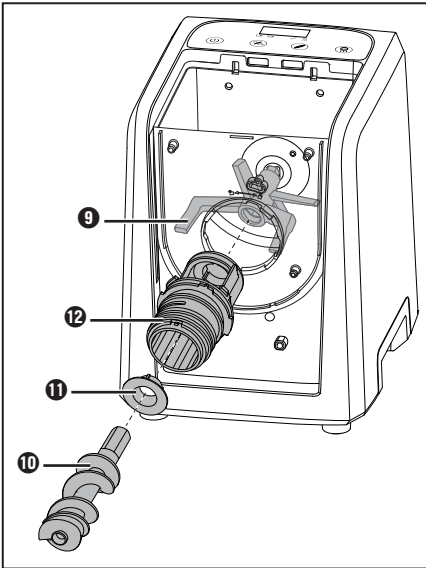
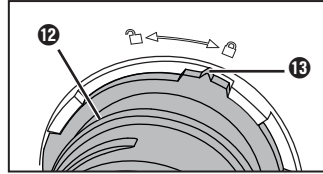

Abb. 3
Abb. 4
- 4) Schieben Sie das Lager **11** so in das Ende der Halterung **12**, dass die drei Nasen am Lager **11** in die Aussparungen in der Halterung **12** rutschen (**Abb. 3**).
- 5) Montieren Sie die Halterung **12** an den Teigbehälter **15**. Schieben Sie die Halterung **12** dazu mit dem schmalen Ende durch die runde Öffnung des Teigbehälters **15** (**Abb. 3**). Die Halterung **12** passt nur in einer Position durch die Öffnung, die Markierung **13** zeigt dabei auf das -Symbol am Teigbehälter **15**. Drehen Sie die Halterung **12** im Uhrzeigersinn fest, bis die Markierung **13** an der Halterung **12** auf das -Symbol zeigt (**Abb. 4**):
- 6) Schieben Sie dann die Teigwelle **10** mit dem schmalen Ende durch die Halterung **12** in die Aufnahme des Knethakens **9** (**Abb. 3**). Greifen Sie bei Bedarf von oben in den Teigbehälter **15** und wackeln Sie ein wenig am Knethaken **9**, bis Sie die Teigwelle **10** reinschieben können.